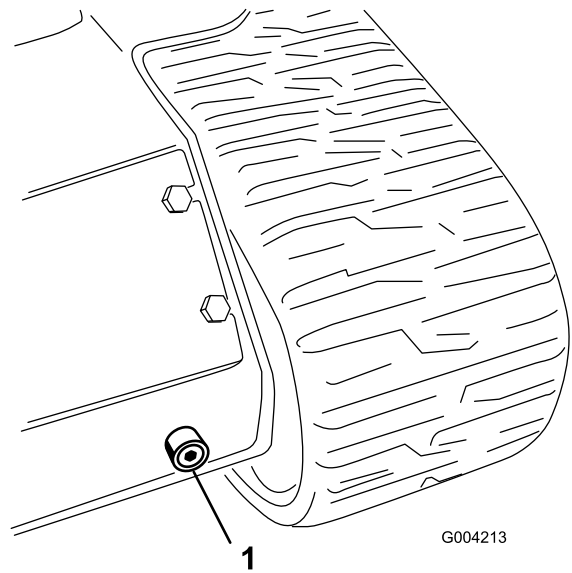

Figura 69
6. Coloque un recipiente grande con capacidad para 57 litros (15 galones US) debajo del tapón de vaciado situado en la parte delantera de la máquina (Figura 69).
7. Retire el tapón de vaciado y deje fluir el aceite al recipiente (Figura 69).